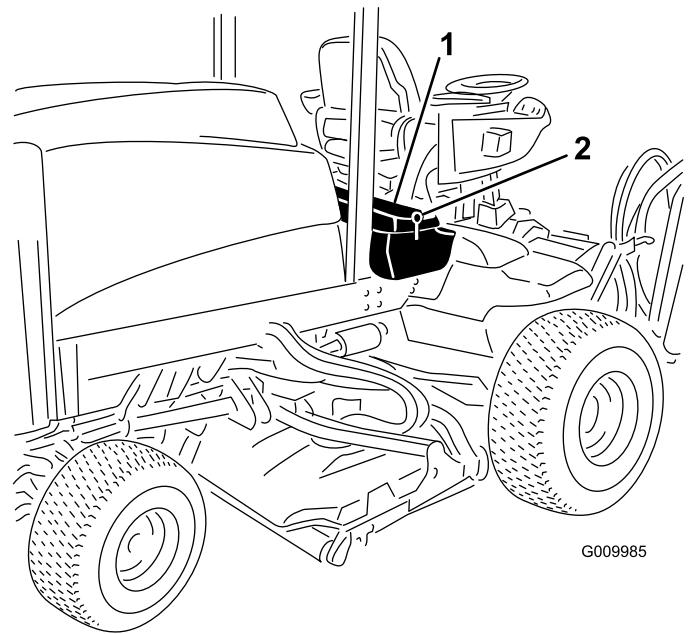
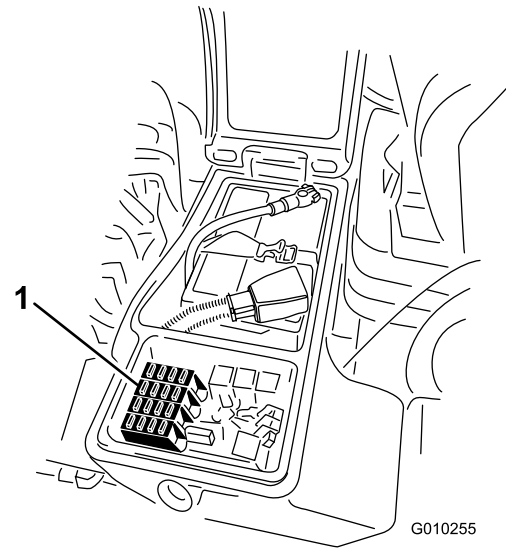

図 100
図 101
- 右側の物入れのカバーのラッチを外して、カバーを上を開く 図 100。
1. 右側の物入れのカバーのラッチを外してベルトカバーを外し 図 100、ヒューズブロックを露出させる 図 101。
3. 右側の物入れのカバーを閉じてラッチで固定する 図 100。